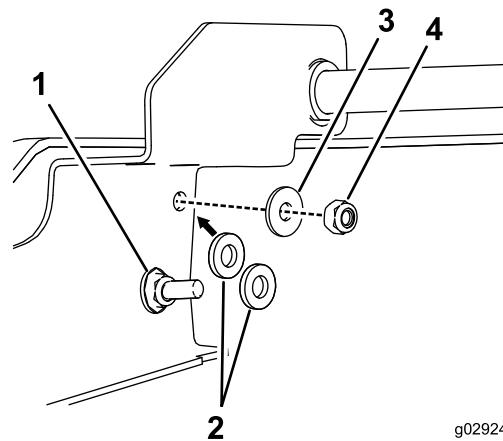
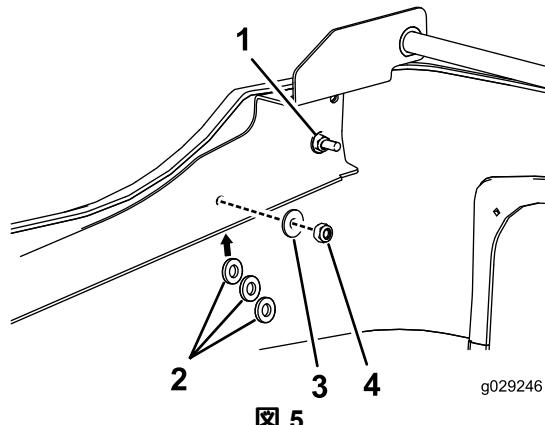
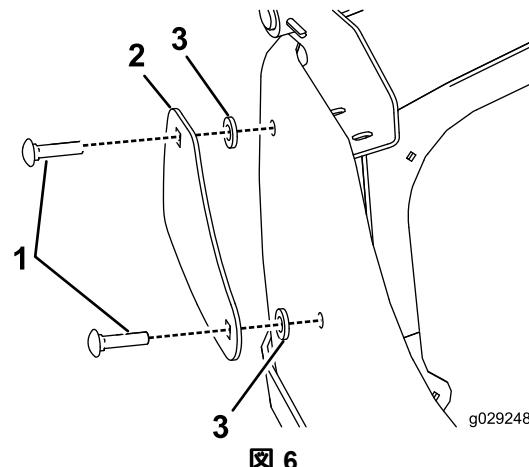

図 4
図 5
図 6
9. クランピングプレートを取り付ける大ヘッドねじのナットをゆるめて後取り付けポイントの下にあるゴム製ワッシャ2枚を外し図4、前取り付けポイントの下にあるゴム製ワッシャ3枚を外す図5。そして、エンジンカバーの外側から図6キャリッジボルトを通してワッシャとナットで固定する。各クランピングプレートのナット2個を締め付けるワッシャとヒンジブラケットとが面と面でぴったり接触するまで締め付ける。面一になつたら、そこからもう一回転360度だけ締め付ける。